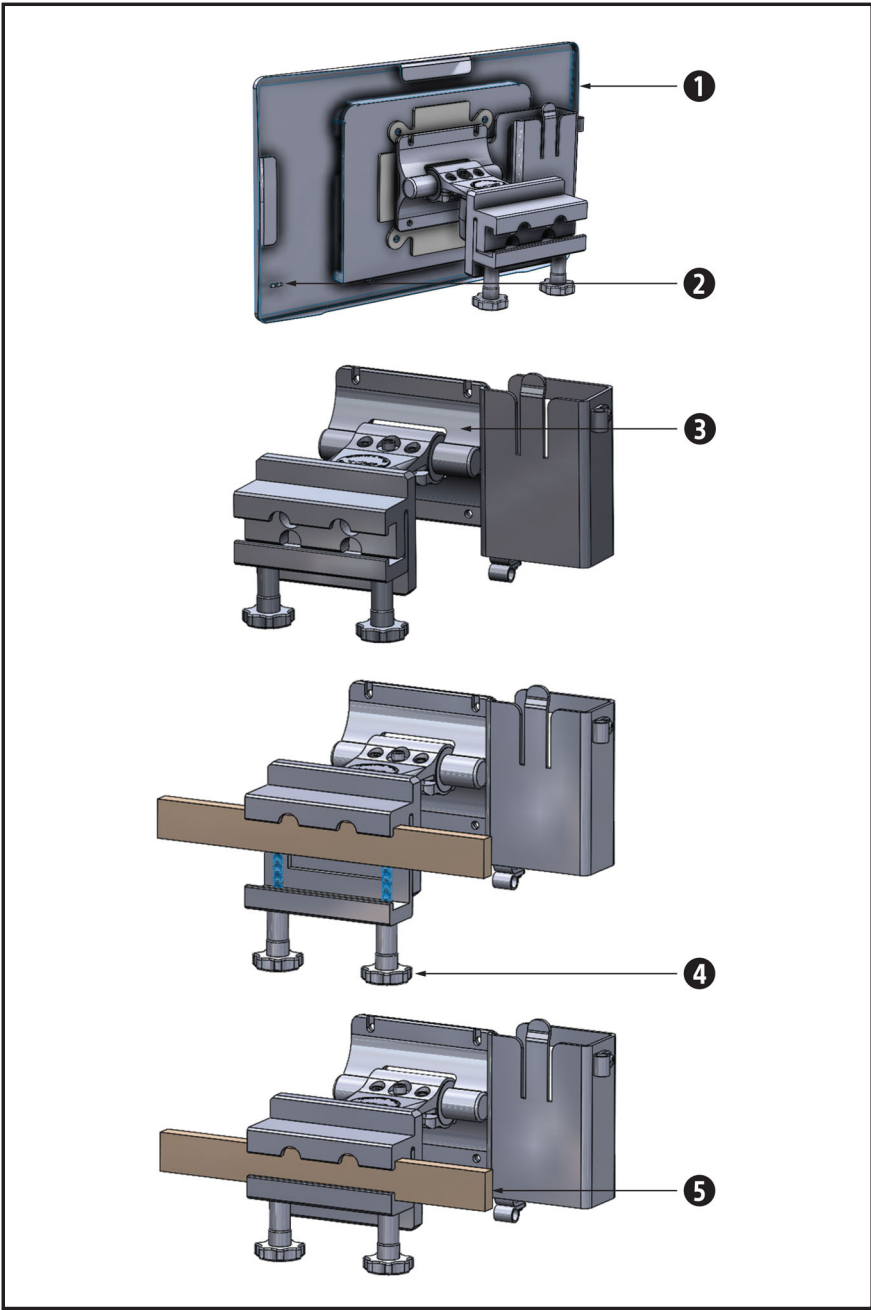

Рис. 94. Кронштейн дисплея приліжкової панелі керування
2. Якщо TSC не вмикається автоматично чи ненавмисно вимикається, скористайтеся кнопкою живлення, розташованою на задній панелі сенсорного монітора TSC (рис. 94 [2]).
3. Якщо TSC не вимикається автоматично чи ненавмисно вмикається, вимкніть його кнопкою живлення. Рис. 94 [2].
- Послабте ручки [4] під вузлом кронштейна [3], доки отвір затискача не стане достатньо великим, щоб поміститися на рейку столу пацієнта [5] (визначення див. рис. 94).